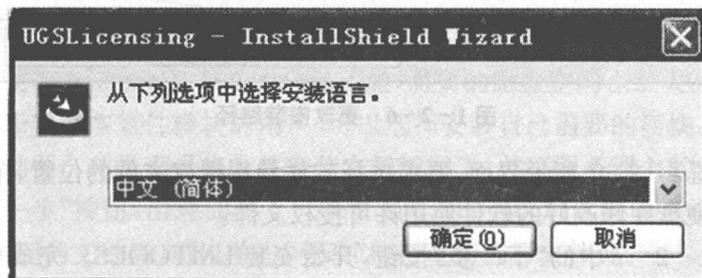

图 1-2-4 选择安装语言
(2) 点击 **Install License Server**, 开始安装许可证管理器。
(3) 弹出选择安装语言对话框,选择“中文(简体)”,如图 1-2-4 所示,点击“确定”按